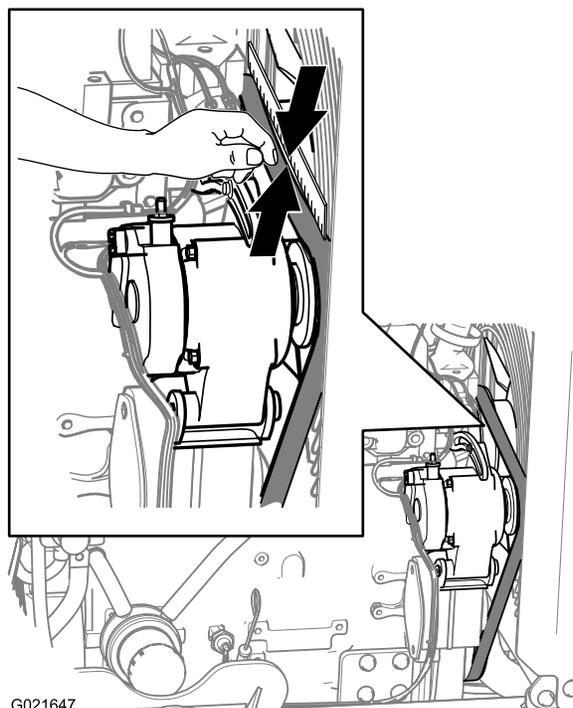

Figura 85
2. Coloque una regla sobre la correa de transmisión y sobre las poleas, según se muestra en la Figura 85.
3. Presione hacia abajo sobre la correa en el punto intermedio entre la polea del ventilador y la polea del alternador, según se muestra en la Figura 85.